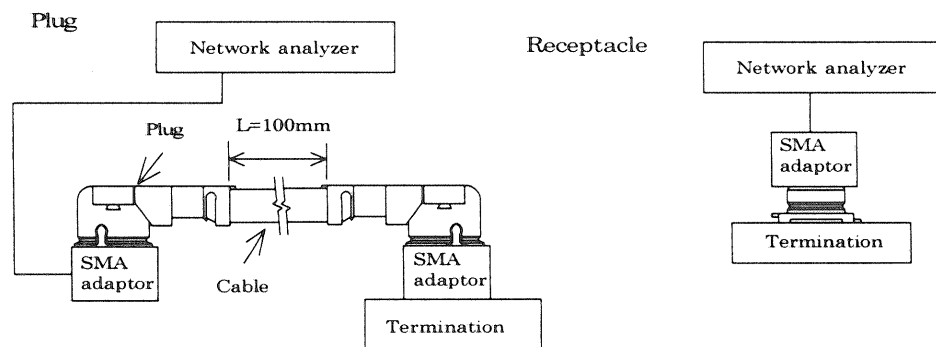

Fig. 3
(3) Dielectric withstanding voltage / 耐電圧
(4) VSWR
A. Testing : Measure the VSWR as shown in Fig.3 by the network analyzer.
A.試験法: ネットワークアナライザーにて Fig.3 のようにVSWRを測定する。